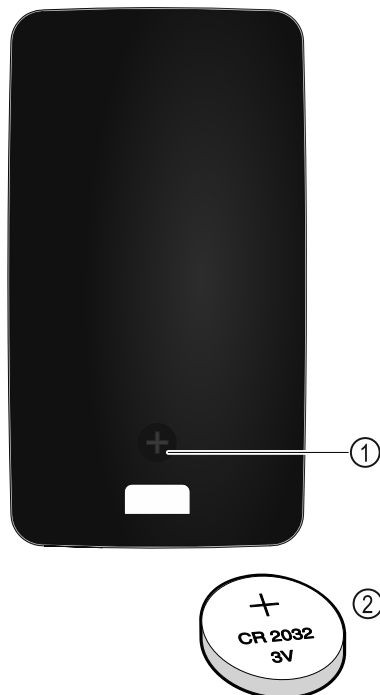

Fig. 141
Napájení dálkového ovládání proudem probíhá pomocí baterie typu CR 2032 na 3 V Fig. 141 (2), jakou lze běžně obdržet v dané prodejně.
- ▶ Vyšroubujte šroubek Fig. 141 (1) na zadní straně dálkového ovládání.